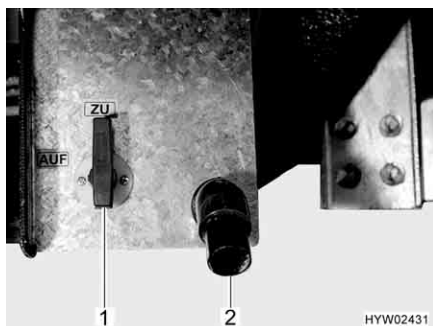
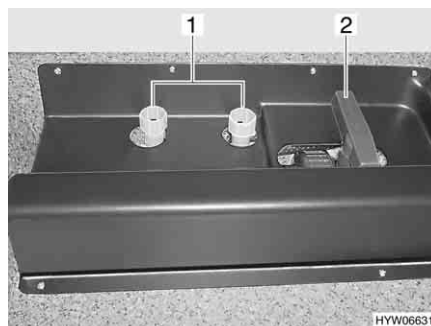

Fig. 198 Leva di comando e tubo di scarico del serbatoio delle acque grigie
Fig. 199 Leva di comando per il serbatoio delle acque grigie nel garage di coda
- Per il tubo di scarico (Fig. 198,2) sul lato sinistro o su quello destro del veicolo (Fig. 198,1) (con modelli senza doppio fondo)
- Nel garage di coda/gavone di coda (Fig. 199,2) sui modelli con doppio fondo.
- Aprire il rubinetto di scarico. A questo scopo ruotare la leva di comando (Fig. 198,1 o Fig. 199,2) del rubinetto di scarico in senso antiorario di un quarto di giro. La leva di comando è posizionata orizzontalmente oppure nel senso della lunghezza del tubo di scarico. Le acque grigie vengono così scaricate attraverso un rubinetto a sfera.
- Dopo la completa fuoriuscita delle acque grigie, richiudere il rubinetto di scarico. A questo scopo ruotare la leva di comando (Fig. 198,1 o Fig. 199,2) del rubinetto di scarico in senso orario di un quarto di giro. La leva di comando è posizionata verticalmente oppure trasversalmente rispetto al tubo di scarico.